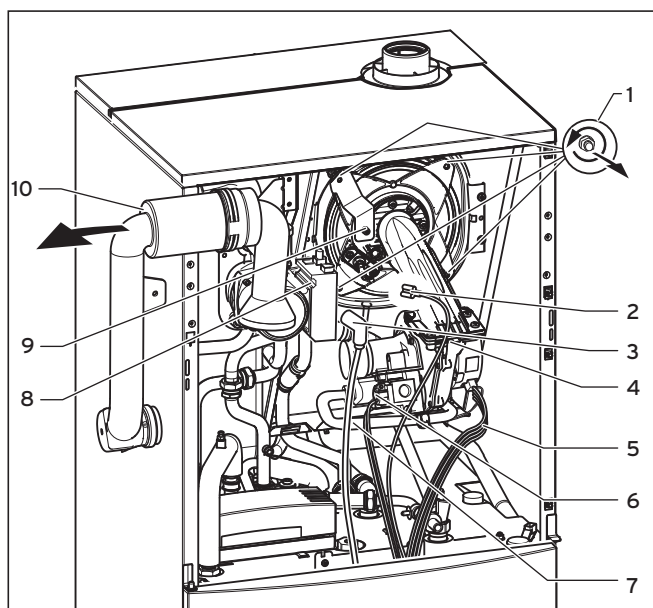

Fig. 8.2 Démontage du module brûleur
**Légende (fig. 8.2) :**
- Débranchez la conduite de gaz (7).
- Retirez les quatre écrous (1), voir Fig. 8.2.
- Débranchez le module du brûleur (4) de l'échangeur thermique à condensation intégral (8), se reporter à la Fig. 8.2.